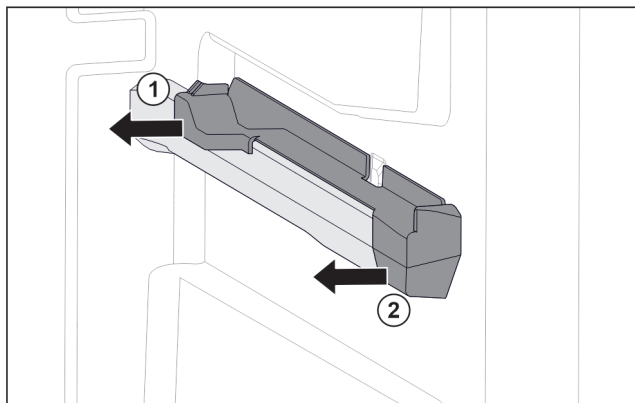

Fig. 152 Aufsteckteil auf der rechten Behälterrippe
- Aufsteckteil hinten zur Seite abziehen. Fig. 152 (1)
- Aufsteckteil vorne zur Seite abziehen. Fig. 152 (2)